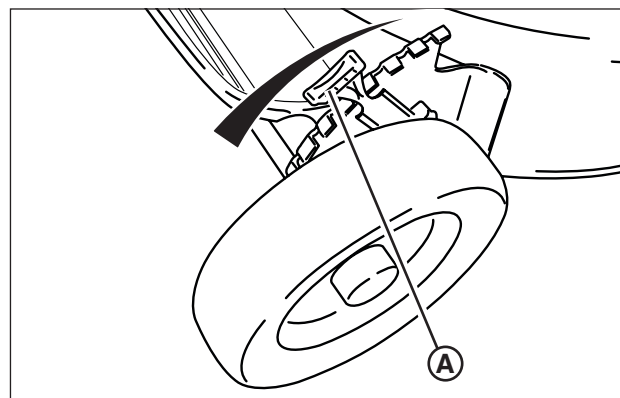

Figura 6: Ajuste de la altura de corte
1. Tire del seguro de ajuste de altura (A, Figura 6) hacia afuera y mueva hasta la altura de corte deseada.